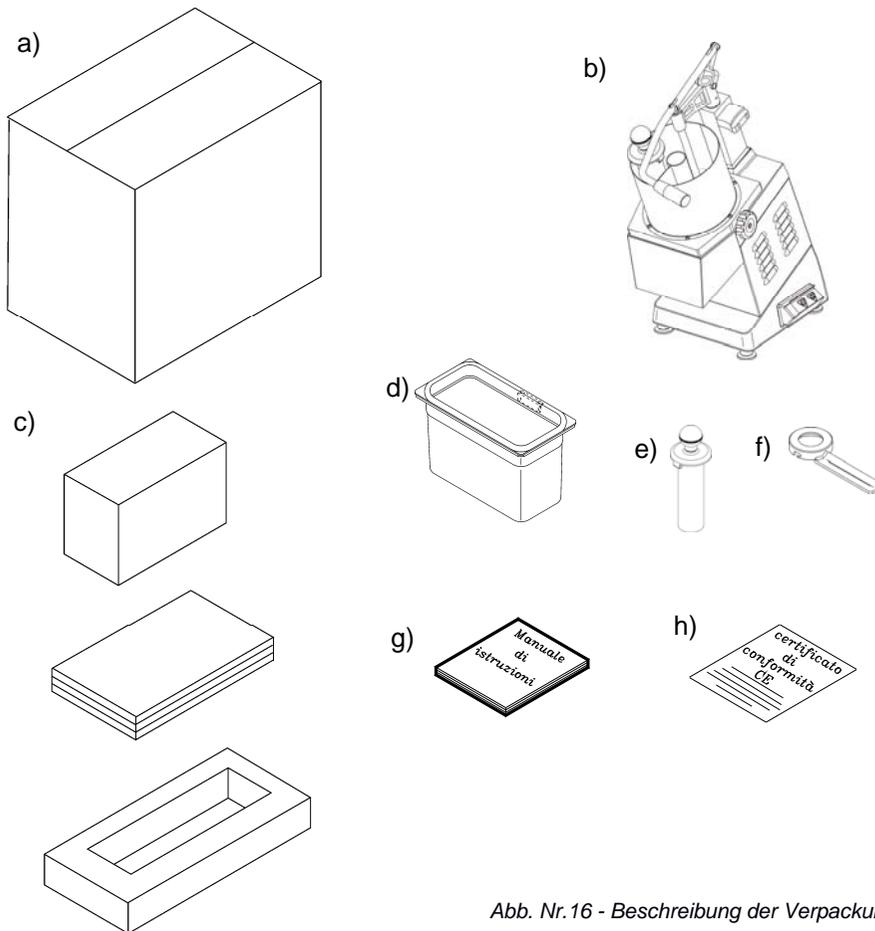

Abb. Nr.16 - Beschreibung der Verpackung
3.1 - VERSAND UND BEFÖRDERUNG DER MASCHINE (siehe Abb. Nr.16)